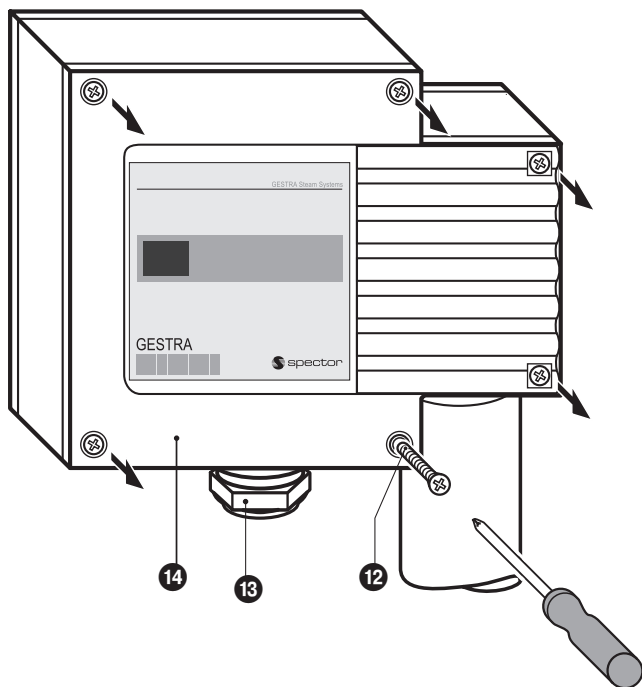

图 13
1. 松开螺栓 ⑫ 并取下外壳盖 ⑭。图 13。该盖板上示有铭牌指示箭头。
1. 松开螺栓 12 并取下外壳盖 14。图 13、14